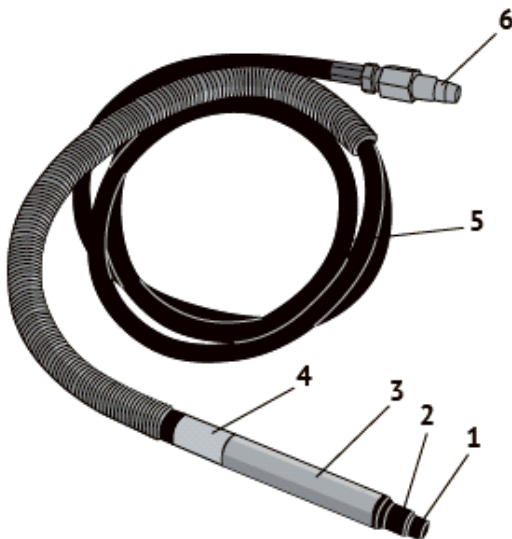

рис. 1
Сжатый воздух от компрессора (пневматической линии) приводит во вращение ротационный пневмодвигатель. С ротора пневмодвигателя вращение передаётся на цанговый патрон (1/8"), в котором крепятся насадки. Насадки (отрезные диски, фрезы, шлифовальные камни, щётки и т.п.) с хвостовиком 3 мм (1/8"), для проведения различных работ являются рабочим инструментом гравёра. Включение гравёра осуществляется поворотом кольца выключения (рис.1 поз.4) по часовой стрелке. Отключение гравёра осуществляется поворотом кольца против часовой стрелки.
4.1 Общий вид гравёра схематично представлен на рис. 1
Основные элементы гравёра: ротационный пневмодвигатель и пусковое устройство расположены в металлическом корпусе (рис.1 поз.3), выполненном в виде карандаша. Такая форма удобна как для работы при хвате «пером» (работа с мелкими надписями, деталями), так и при охвате инструмента всей ладонью. В передней части гравёра расположен цанговый патрон (рис.1 поз.2) в который крепятся насадки для проведения различных работ.
Включение гравёра осуществляется поворотом кольца выключения (рис.1 поз.4) по часовой стрелке, открывая доступ сжатого воздуха к пневмодвигателю.
- зафиксировать ключом цанговый патрон (рис.1 поз.2);
- вторым ключом (ключи входят в комплект поставки) ослабить гайку цанги (рис.1 поз.1);
6.4 Перед соединением шланга для подачи воздуха с гравёром, его необходимо предварительно продуть. Добавьте 4 - 5 капель масла во входной штуцер (рис.1 поз.6) шланга гравёра для смазки внутренних механизмов.
- подсоедините один конец воздушного шланга к компрессору, а второй – к входному штуцеру (рис.1 поз.6) шланга пневматического гравёра;